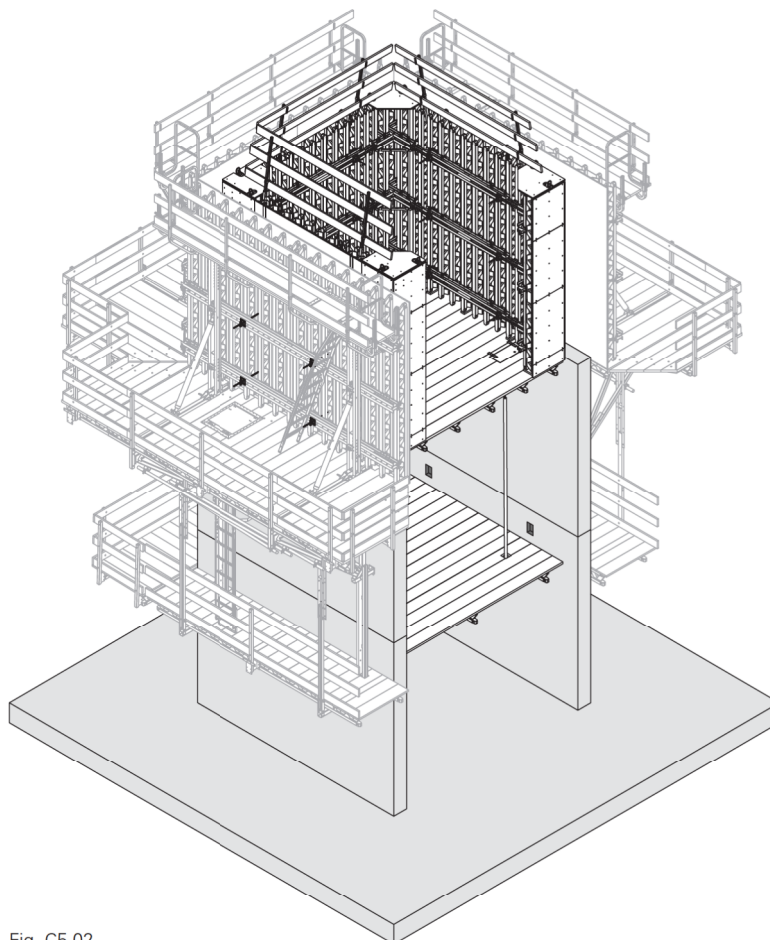

Fig. C5.02
5. Posare la cassaforma interna sulla piattaforma di ripresa. Posare in opera i tiranti e chiudere la cassaforma interna. (Fig. C5.02)